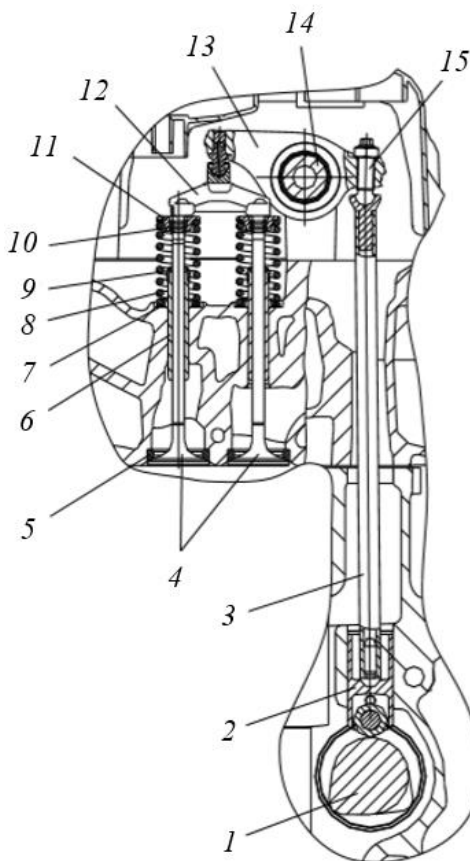

Рисунок 3.39. Фрагмент механизма газораспределения
Механизм газораспределения служит для обеспечения впуска в цилиндр свежего воздуха и выпуска из него отработавших газов в соответствии с порядком работы цилиндров и чередованием тактов двигателя. Механизм газораспределения - верхнеклапанный с нижним расположением распределительного вала и приводом клапанов через толкатели, штанги, коромысла и траверсы см. рис. 3.39.
При этом в ВМТ будут находиться поршни 1 и 6 цилиндров. Один на такте сжатия (штанги толкателей впускных и выпускных клапанов свободно проворачиваются «от руки» поз. 3 рис. 3.39), другой на выпуске (штанга выпускного клапана зажата). Если штанги первого цилиндра зажаты и не проворачиваются, необходимо коленчатый вал повернуть на один оборот (360 градусов).
- Вращать коленчатый вал до момента, когда впускные клапаны первого цилиндра полностью поднимутся (закроются) поз. 4, рис. 3.39.